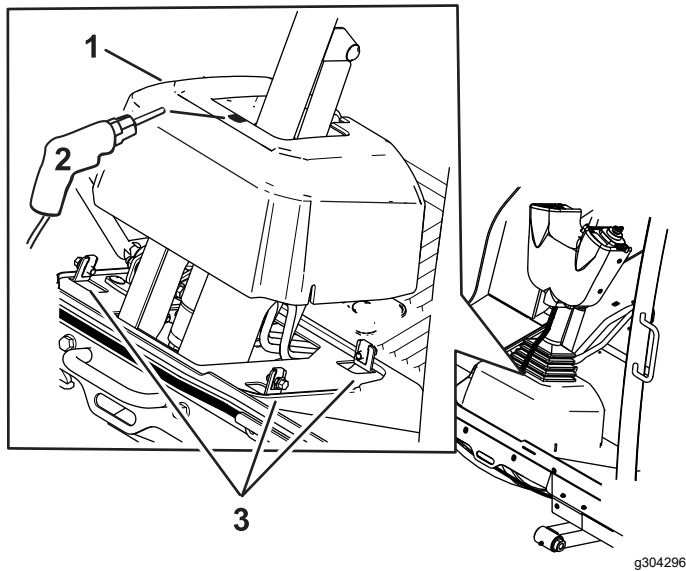

図 5
1. ステアリングコラムベースの周囲のボルトをゆるめる 図 5。
2. ベースを持ち上げ、図 5の位置に直径 22 mm の穴を開ける
4. ベースををマシンに固定する 図 5。